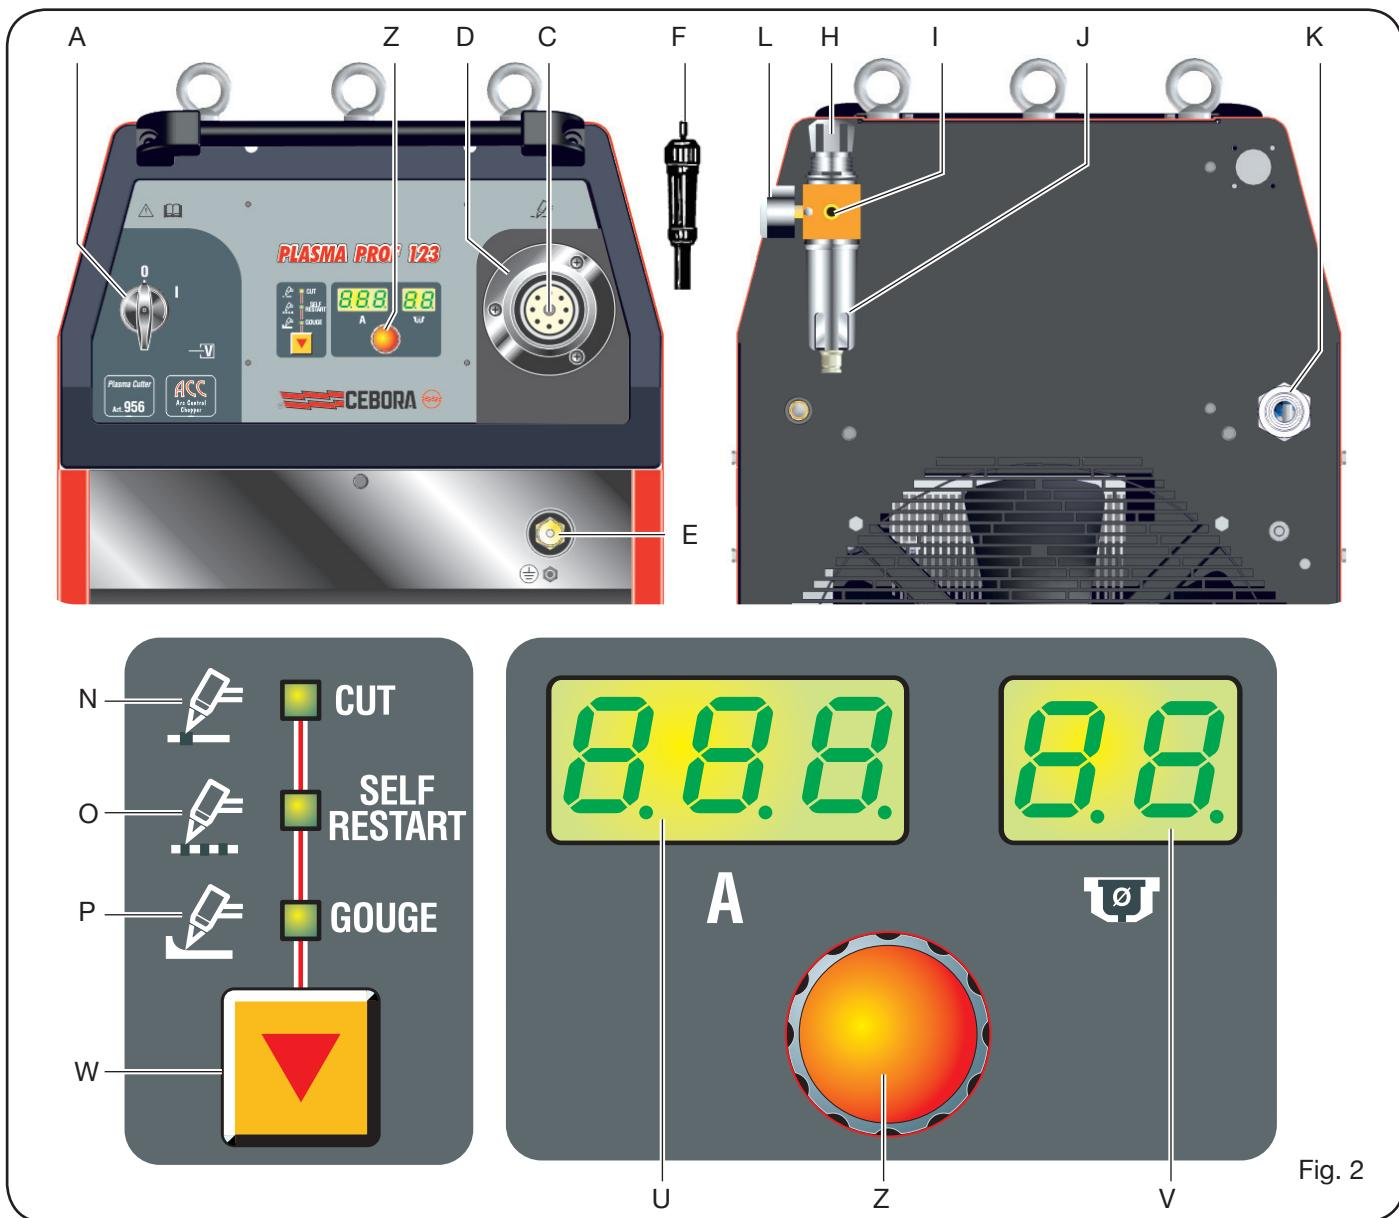

Fig. 2
### 2.2 DESCRIPCIÓN DEL APARATO (fig. 2)
b) En caso de conexión con enchufe, usar un enchufe de capacidad conforme con los datos de placa. En este caso el enchufe tiene que ser usado para desconectar completamente la máquina de la red, después de haber puesto en "O" el interruptor **A** (fig. 2).